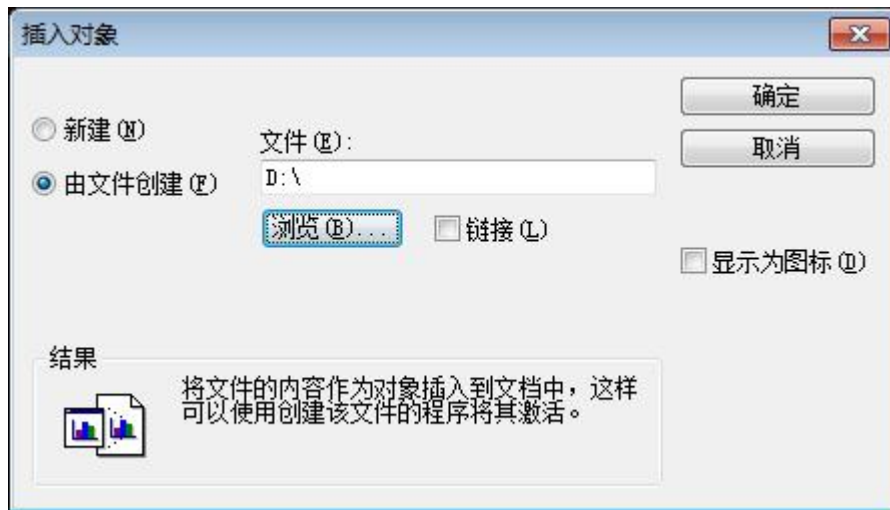

图 2-94 从文件创建对象
- 2) 若在对话框中不选择【新建】方式，而选择【由文件创建】，则对话框变为如图 2-94 的内容。